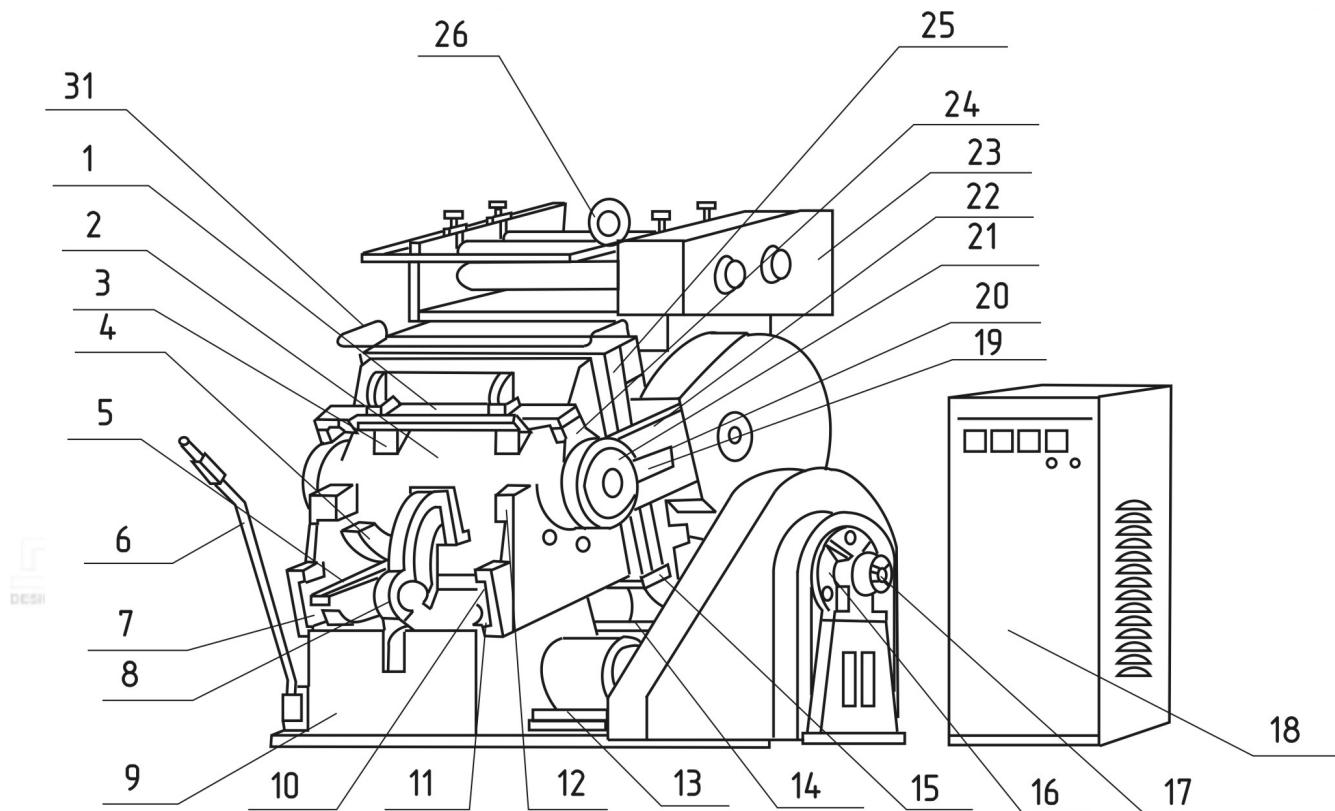

Рис. 1. Конструкция машины
2.1.1. Машина состоит из станины, подвижной части, электромагнитной муфты, зубчатого передаточного механизма, системы тормоза и электрической системы управления и т.д. Все детали см. Рис. 1.
- 2.3.1. Секция высечки (см. рис. 1) главным образом состоит из основания станка (9), подвижной плиты (2), шатунных механизмов (22), электромагнитной муфты и приводного электродвигателя. Двигатель вращает маховик с помощью клиновидного ремня, электромагнитная муфта соединяет маховик с ведущим валом (17), затем через редукционный механизм запускает кривошипные механизмы на двух концах маховика для возвратно-поступательного движения подвижного стола пресса таким образом выполняется высечка или позолотное тиснение.
- 2.6. Основание станка (см. рис. 1)